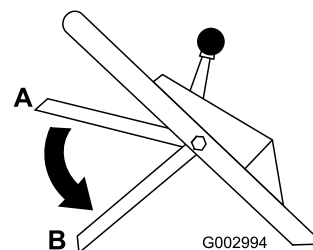

Figura 21
11. Suelte la barra de control de la cuchilla; consulte la posición B en Figura 21. Debe oír un ruido fuerte. La cuchilla debe detenerse en tres segundos.